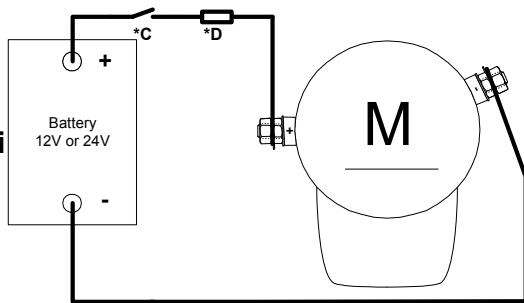

Fig. 1
4. Kiinnitä moottori laippaan kiristämällä kaikki 4 pulttia (Fig.1).